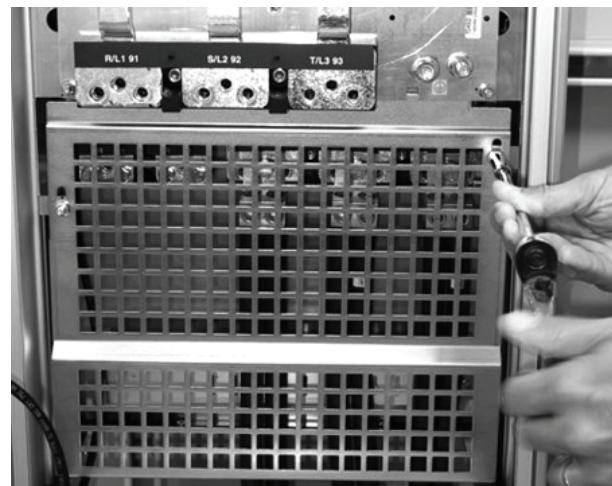

Fig. 13 Colocación de la cubierta metálica de EMC
4. Colocar la cubierta metálica del EMC para garantizar el óptimo rendimiento del EMC antes de conectar el cable de alimentación. Ver fig. 13.